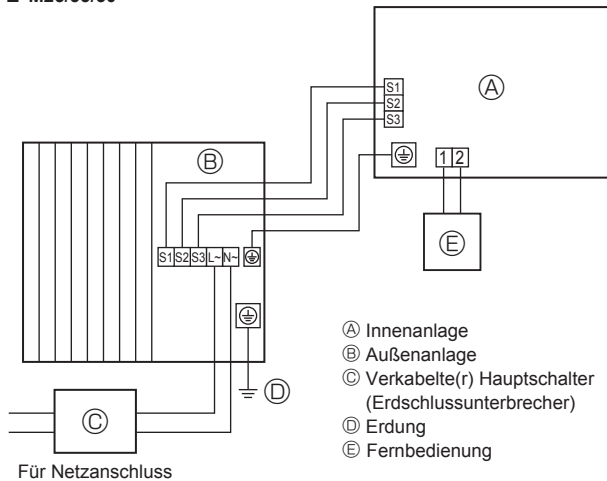
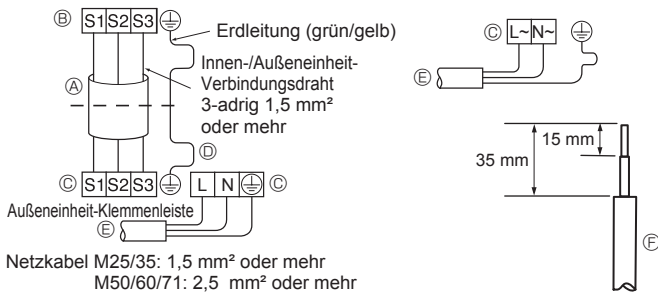
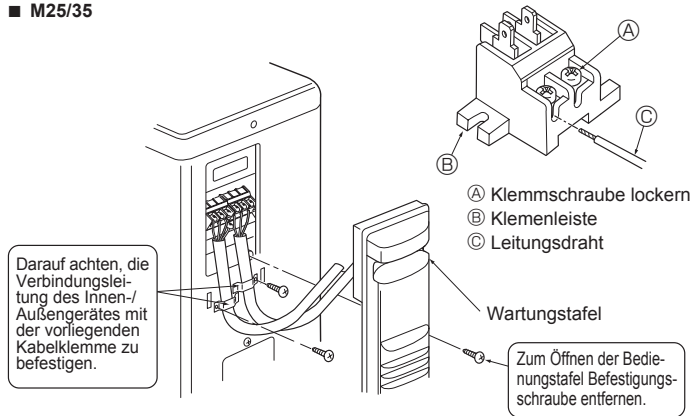

Fig. 6-1
Fig. 6-2
Fig. 6-3
6.1. Außeneinheit (Fig. 6-1, Fig. 6-2, Fig. 6-3, Fig. 6-4)
- ① Die Wartungstafel entfernen.
- ② Die Kabel wie in den Fig. 6-1, 6-2, 6-3 und 6-4 gezeigt verlegen.
- Verdrahtung wie in der Abbildung links unten dargestellt vornehmen. (Kabel ist vor Ort zu beschaffen) (Fig. 6-2)